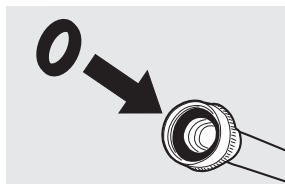

Fig. 2
2. Assurez-vous que la rondelle en caoutchouc est bien en place sur les tuyaux d'admission. (Fig. 2).